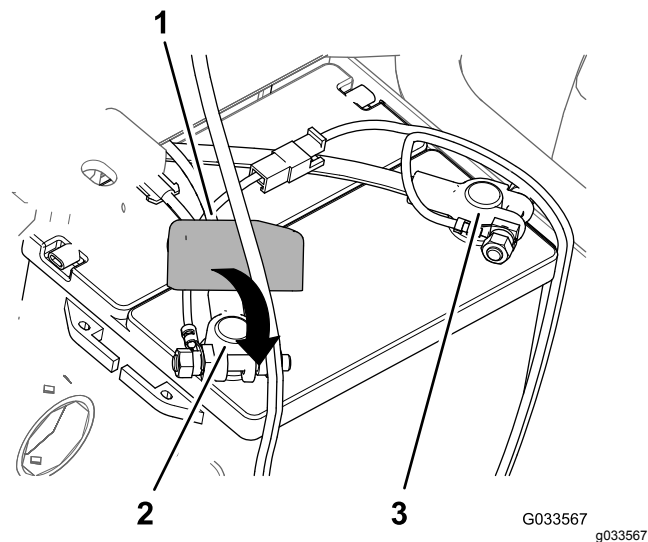

Bild 32
8. Schließen Sie das Pluskabel der Batterie am **Pluspol** der Batterie an und ziehen Sie die Klemmmutter mit der Hand an (**Bild 32**).